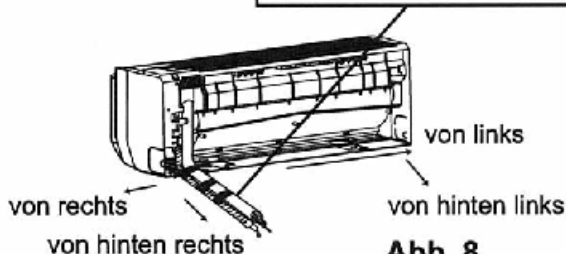

Abb. 8
2. Die Rohre anschließen, Rohre, Ablaufschlauch und Kabel mit Isolierband umhüllen und durchs Loch ziehen (siehe Abb. 8).